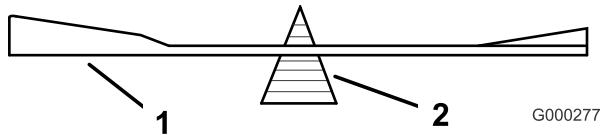
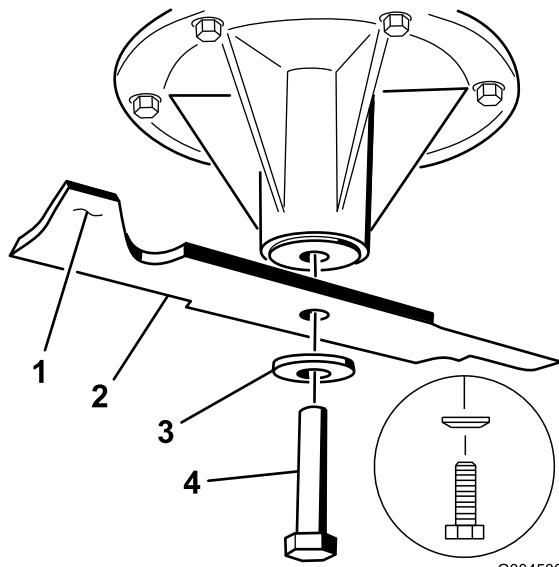

Figura 87
Figura 88
2. Retire del eje el perno de la cuchilla, la arandela curva y la cuchilla (Figura 88).
2. Verifique el equilibrio de la cuchilla colocándola sobre un equilibrador de cuchillas (Figura 87). Si la cuchilla se mantiene horizontal, está equilibrada y puede utilizarse. Si la cuchilla no está equilibrada, rebaje algo el metal en la parte de la vela solamente (Figura 88). Repita este procedimiento hasta que la cuchilla esté equilibrada.
1. Instale la cuchilla en el eje (Figura 88).
2. Instale la arandela curva y el perno de la cuchilla. El cono de la arandela curva debe estar orientado hacia la cabeza del perno (Figura 88). Apriete el perno de la cuchilla a 115–149 Nm.